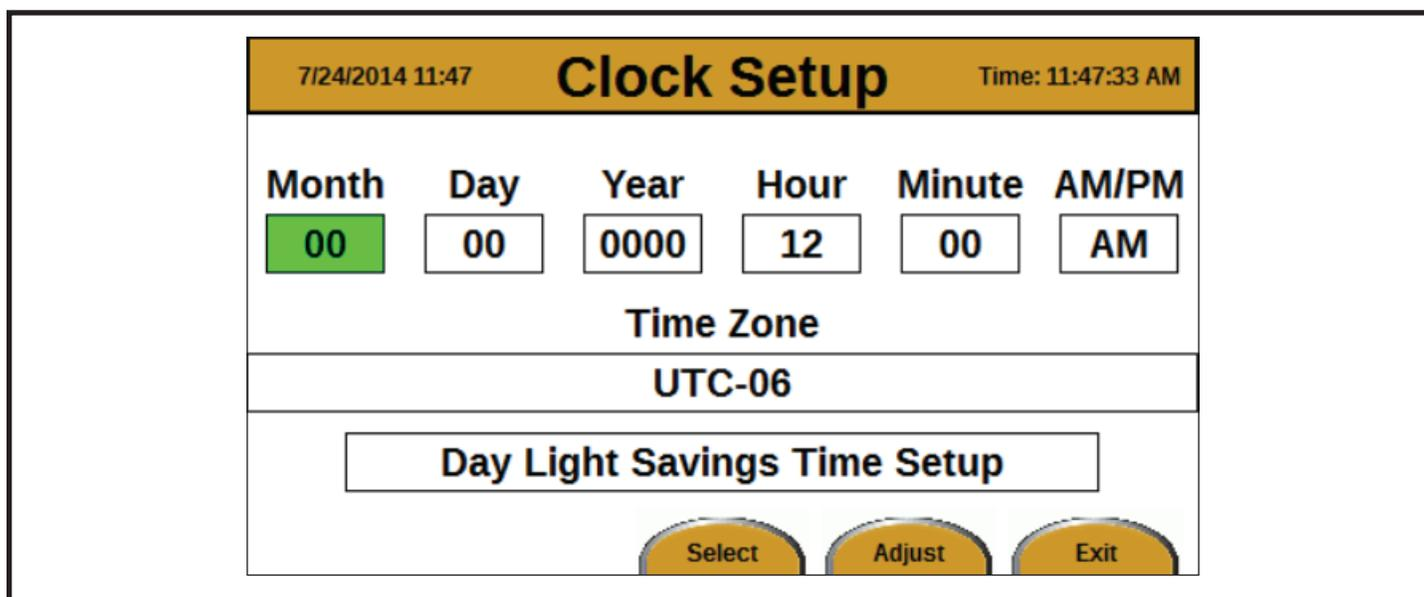

Figure 14
5. Appuyer sur le bouton Enter (Entrer). L'écran Clock Setup (Réglage de l'horloge) apparaîtra (see Figure 14).